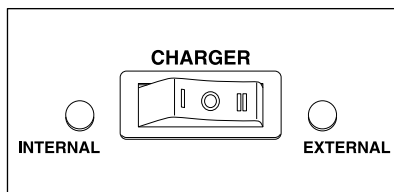

Fig. 5
- Si la tensión es superior a 5 V, conecte el cable de alimentación de el Rescuer 4000/4050 a una toma de 120V C.A. y establecer el interruptor en la parte frontal de la unidad para EXTERNO. (Fig. 5)